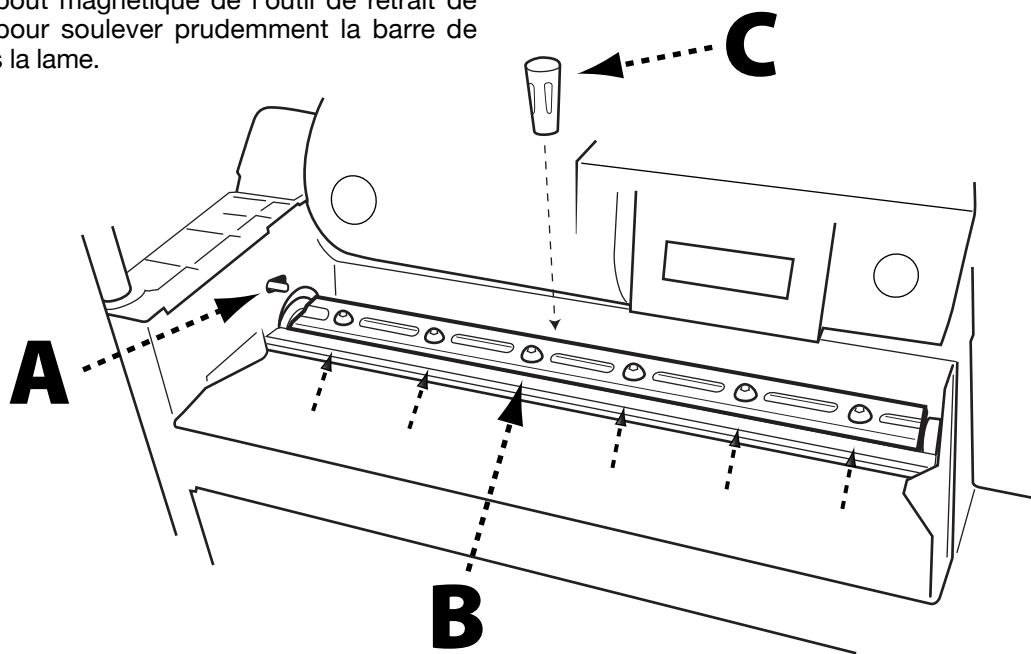

FIGURE 7
3. Verrouillez le porte-outil en place. Pour se faire, consultez la figure 7 et assurez-vous que l'attache de verrouillage à ressort rouge (A) est en position avant. Puis tournez prudemment et lentement le porte-outil jusqu'à ce que l'attache soit verrouillée en place et que le porte-outil ne bouge plus.
4. En utilisant la clé à 6 pans avec poignée en T fournie, desserrez les six vis (B) qui fixent chaque barre de maintien de la lame et la lame au porte-outil.
5. Utilisez l'embout magnétique de l'outil de retrait de la lame (C) pour soulever prudemment la barre de maintien puis la lame.